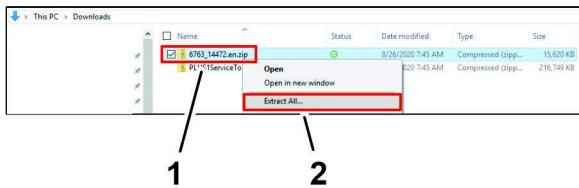

図 34
1. ラップトップコンピューターのダウンロードディレクトリを開き、6763\_14472.en.zipリンクを右クリックし、ドロップダウンメニュー(図 34)の全て抽出...リンクをクリックする。